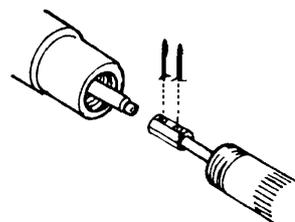

Fig.5.3
- 4) サクシオンチューブを少し引き離すと、エアモーターとロッドを接続しているユニオンが出てきます。ピンを抜きねじ戻し取り外すと、エアモーターと下ポンプが分離できます。(Fig.5.3)